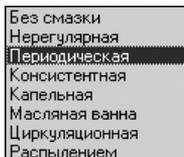

Рис. 5.66. Раскрывающийся список способов смазки передачи
- введите в строке **8. Способ смазки передачи** – **Периодическая**. Способ смазки передачи можно выбрать из раскрывающегося списка, см. рис. 5.66;